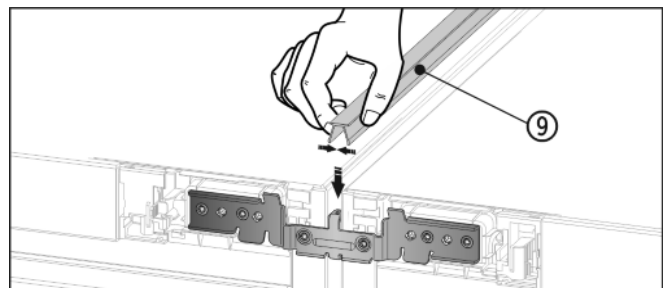

Fig. 13
- 在表面，将短护板条 Fig. 13 (9) 压入水平缝隙中。